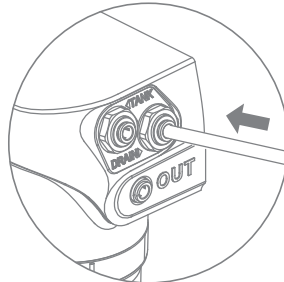

Рис. 29
- Вставьте до упора трубку красного цвета одним концом в корпус фильтра с надписью «DRAIN» (рис. 29).